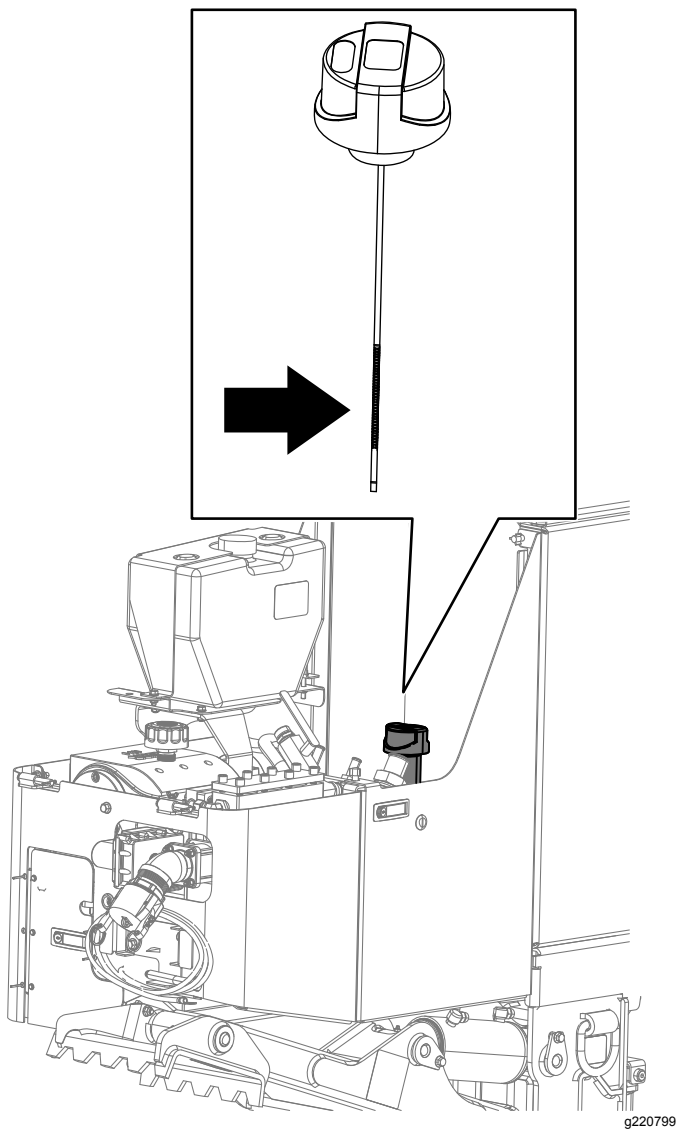

Bild 112
10. Stellen Sie eine Auffangwanne unter den Filter und entfernen den Filter (Bild 112).